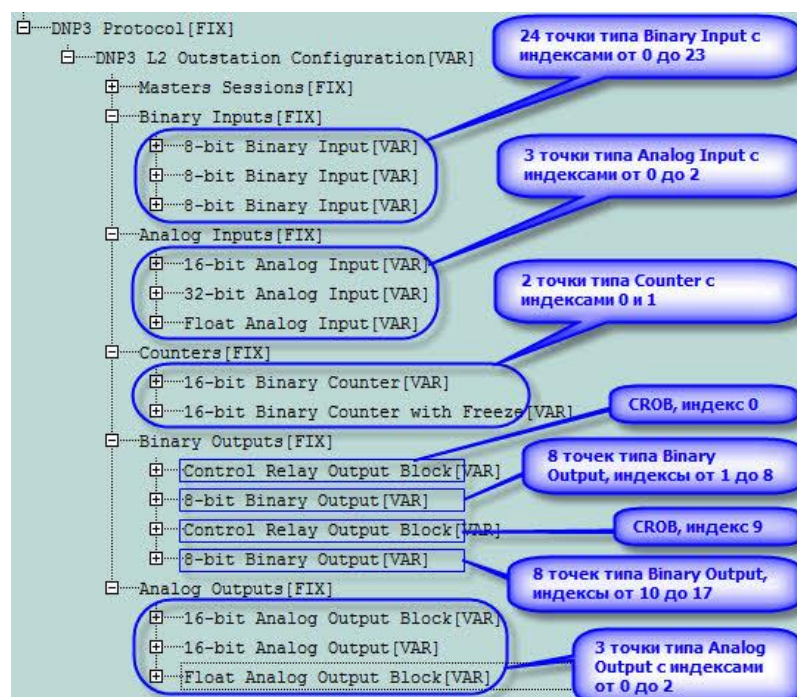

Рис. 24. Индексация точек базы данных DNP3
2. Элемент *8-bit Binary Input*, добавляемый в список *Binary Inputs*, определяет восемь точек типа *Binary Input*, т.е. каждый элемент занимает восемь смежных индексов, как показано на рис. 24.
3. Элемент *8-bit Binary Output*, добавляемый в список *Binary Outputs*, представляет восемь точек типа *Binary Output* и занимает восемь смежных индексов. Элемент *Control Relay Output Block* (CROB), добавляемый в этот же список, занимает один индекс, как показано на рис. 24.